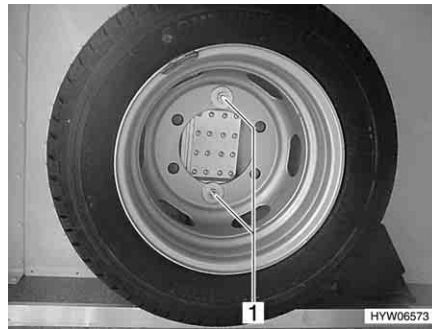

Bild 240 Ersatzrad im Heckstauraum
- Beide Schrauben (Bild 240,1) mit einem Radmutter Schlüssel lösen.